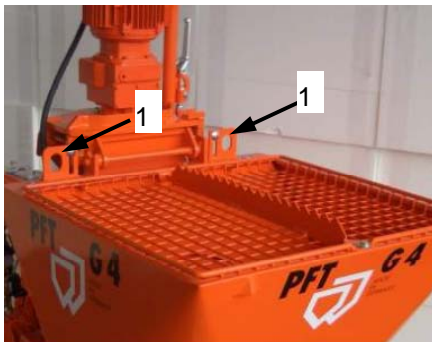

Abb. 18: Anschlagpunkte
1. Seile oder Gurte entsprechend Abb. 18 anschlagen.